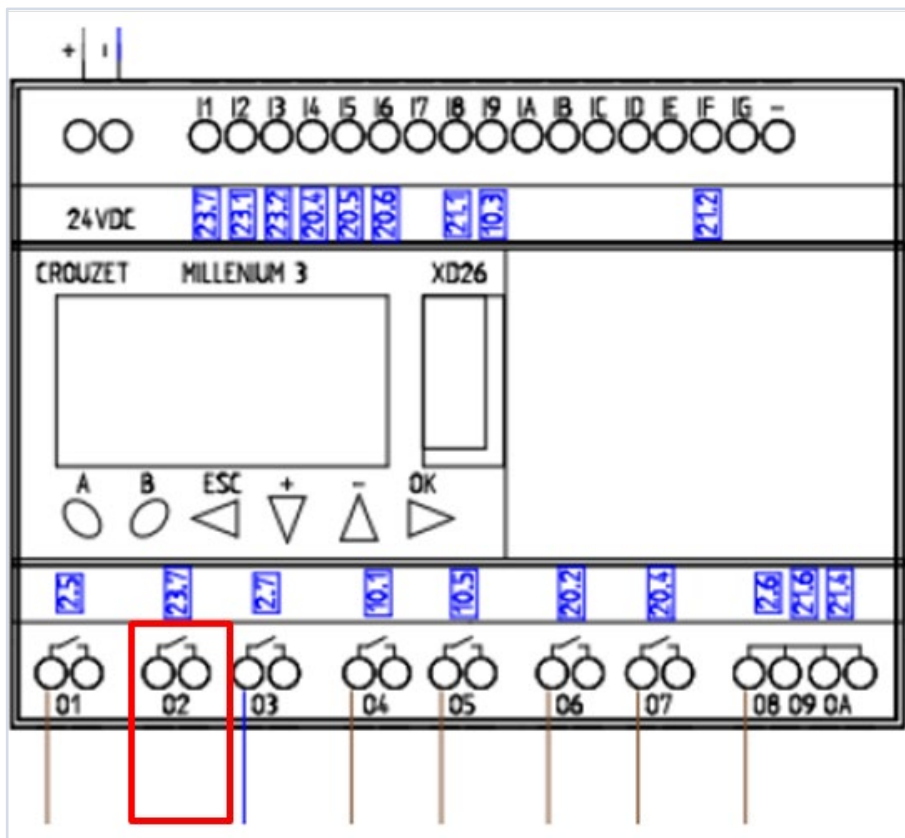

Abbildung 30: Anschluss der Leitung des Alarmausgangs auf Crouzet Controller Output 2
- ▶ Siehe hierzu auch Abbildung 30: Anschluss der Leitung des Alarmausgangs auf Crouzet Controller Output 2.